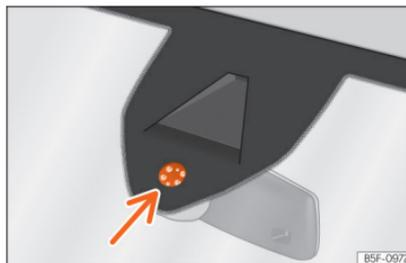

Abb. 157 Sensitive Fläche des Regensensors.
Mögliche Ursachen für Störungen und Fehlinterpretationen *im Bereich der sensitiven Fläche* **»»** **Abb. 157** des Regensensors sind u. a.:
- Sensitive Fläche des Regensensors regelmäßig reinigen und Wischerblätter auf Beschädigungen prüfen »» Abb. 157 (Pfeil).